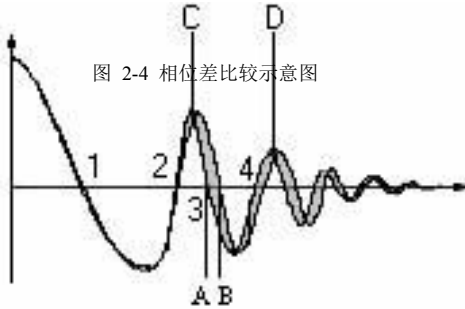

图 2-4 相位差比较示意图
如图 2-4 所示，用户可以指定一个需要作比较的过零点，仪器判断被测线圈测试波形 和标准波形在这个过零点的偏移量，然后和标准波形的振荡周期作比较，并用这两个量的百分比作为判断依据，基准用百分比来设定。如图中，A~B 间是偏移量，C~D 间是标准波形振荡周期，设定的是比较波形的第三个过零点。
图 2-4 相位差比较示意图 ①提示：仪器仅能设置第 2~10 个过零点，第一个过零点还不能反映线圈的实际性能，所以不予设置。在实际的相位差比较中，将会产生四种结果：**PASS**、**FAIL**、**FAIL1** 和 **FAIL2**。**PASS** 表示合格；**FAIL** 表示不合格；**FAIL1** 代表未找到过零点，即在被测线圈测试波形上找不到所设定的过零点；**FAIL2** 代表在标准波形上找不到完整的周期，如图 2-4，若要使相位差比较能够正常工作，应该保证第三个过零点的存在。